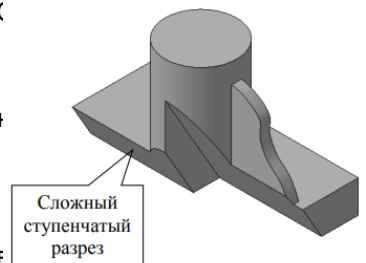

Рис. 7
30. Каким образом в системе КОМПАС-3D должен быть построен эскиз по результату использования операции Сечение по эскизу, на трехмерной модели ступенчатый разрез с определенным уклоном секущих поверхностей (см. рис. 7)? а) Контур эскиза поверхности отсечения должен быть построен на верхней торцевой грани прямоугольного основания детали и состоять из прямолинейных отрезков расположенных под углом менее 90° друг к другу;